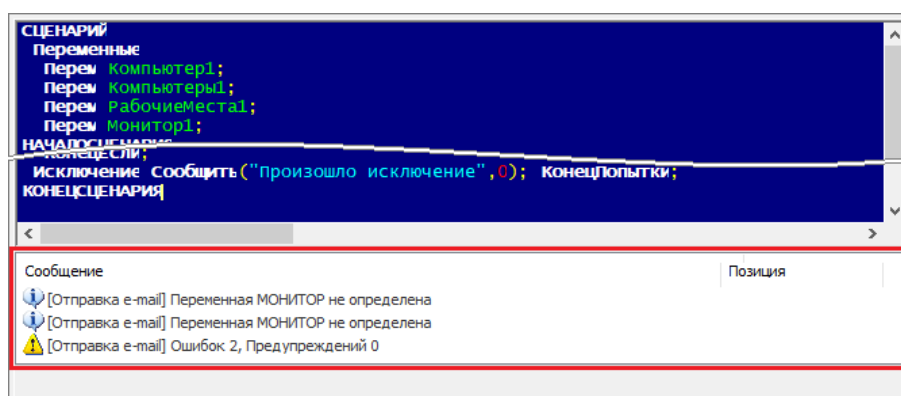

Рисунок 6-601 Результаты проверки корректности программного кода сценария управления в области сообщений об ошибках
- если в сценарии управления есть ошибки, в области сообщений об ошибках появится соответствующая информация (см. Рисунок 6-601), при этом предупреждения могут считаться ошибками, если в редакторе сценариев установлен флаг для признака «Считать предупреждения ошибками» (см. п. 6.3.5.1.2.3.3);